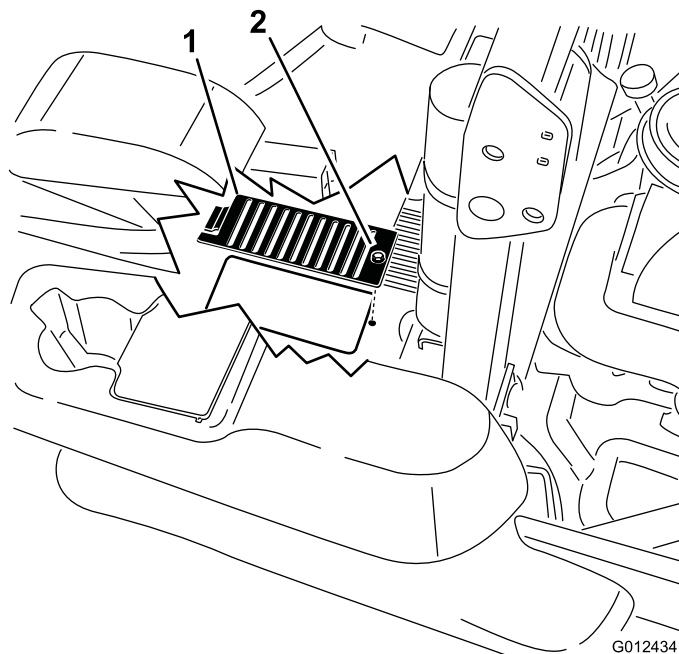

Figura 78
- Por cima de cada vareta, retire a cobertura e o parafuso preso à cobertura. Limpe em torno de cada vareta e unidade hidráulica (Figura 78).